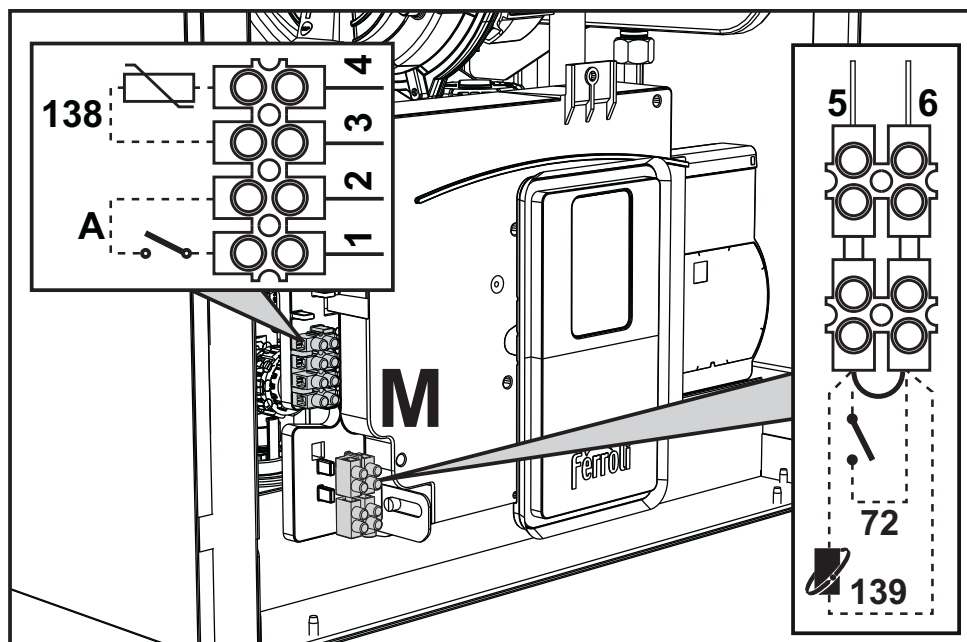

рис. 28
После снятия передней панели (*** 'Открытие передней панели' on page 37 ***) можно получить доступ к клеммным колодкам (М) и предохранителю (F), действуя согласно нижеприведенным указаниям (и рис. 28). Клеммы, указанные на , должны иметь чистые контакты (не 230В). Расположение зажимов и их назначение показаны также на электрической схеме на рис. 67.
Конфигурация выключателя ON/OFF (А рис. 28)